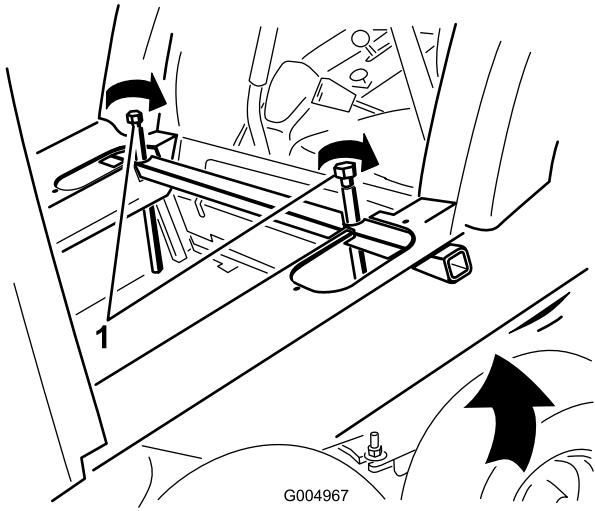

図 82
34. 左右のジャッキチューブについているジャッキボルト 図 82 を、交互に少しづつ締めこんでゆっくりとキャブの後部を持ち上げ、運転席の背もたれがキャブの下をクリアできるようにする。